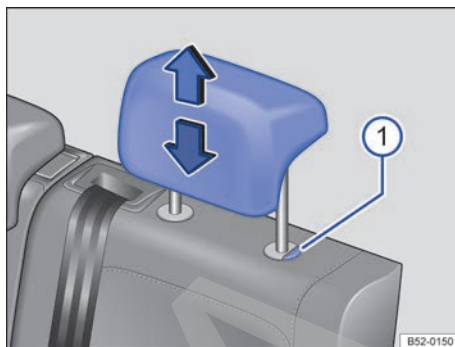

Fig. 65 Apoyacabezas trasero: ajustar.
- Mover el apoyacabezas hacia arriba o hacia abajo, en el sentido de la flecha, presionando el botón → fig. 65 ①. → ⚠ en *Introducción al tema* de la pág. 79